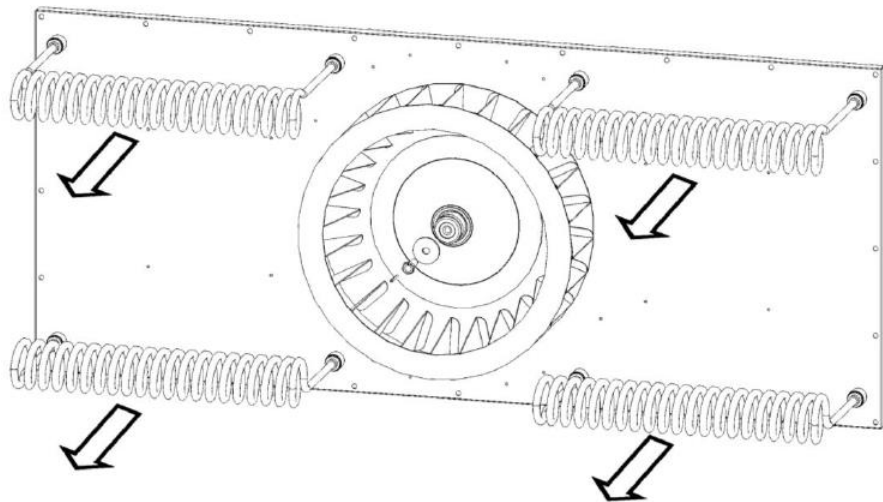

Рис. 8
1. Отвинтите гайки, фиксирующие нагревательные элементы, и извлеките их спереди (Рис. 8).